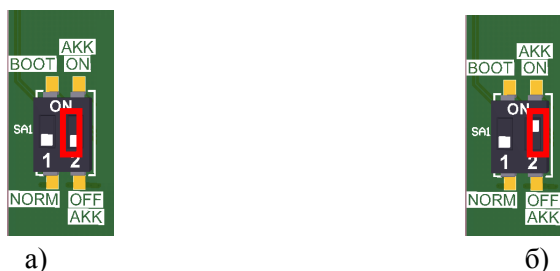

Рисунок 3. Переключатель **АКК**: а) тумблер **2** в положении **OFF**, б) тумблер **2** в положении **ON**.
5.3. Установить тумблер **2** переключателя **АКК** в положение **ON** (см. рисунок 3).